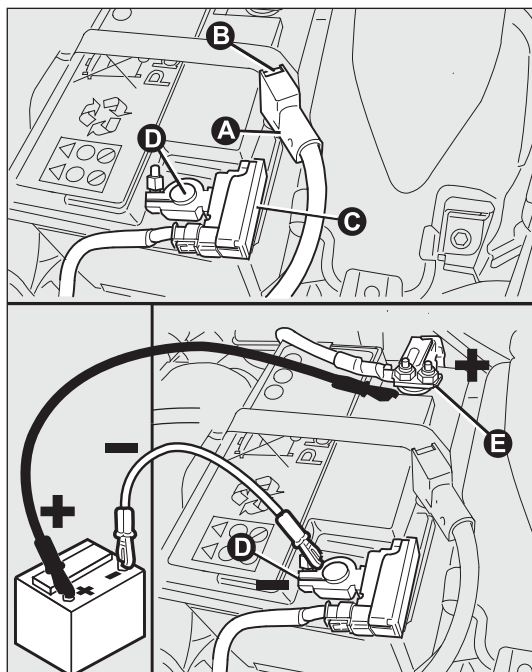

fig. 162
- ☐ débrancher le connecteur A-fig. 162 (en appuyant sur le bouton B) du capteur C de contrôle de l'état de la batterie installé sur le pôle négatif D de cette dernière ;